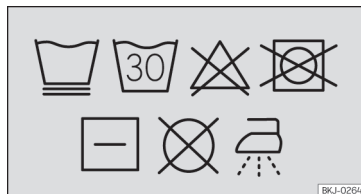

Fig. 154 Etiqueta en las fundas: símbolos de instrucciones de lavado
- Instrucciones de lavado de las fundas extraíbles »» fig. 154: